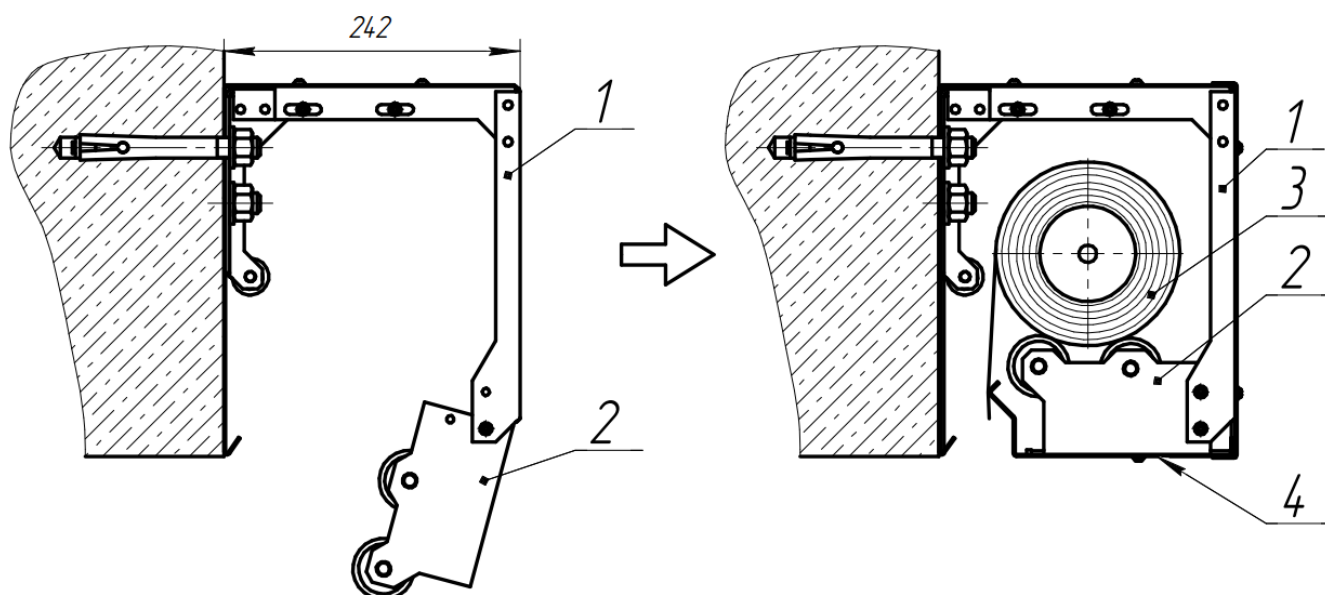

Рис. 5 - Схема установки намоточного вала.
3) Навесить и выровнять оставшуюся часть консоли (раму и кронштейн с роликами, поз.1,2) согласно схеме, изображенной на рис. 5, при этом нижнюю раму роликов (поз.2) консоли временно закрепить только с помощью нижних винтов.